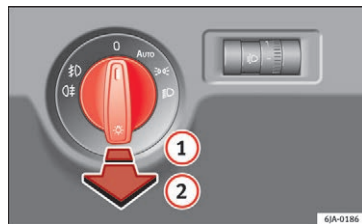

Fig. 131 Kombiinstrument: lyskontakt
– Drej først lyskontakten » Fig. 131 til position , eller **AUTO**.
- Drej først lyskontakten » Fig. 131 » Side 125 til position \Rightarrow , \Rightarrow eller AUTO.
- Træk lyskontakten til position ②.